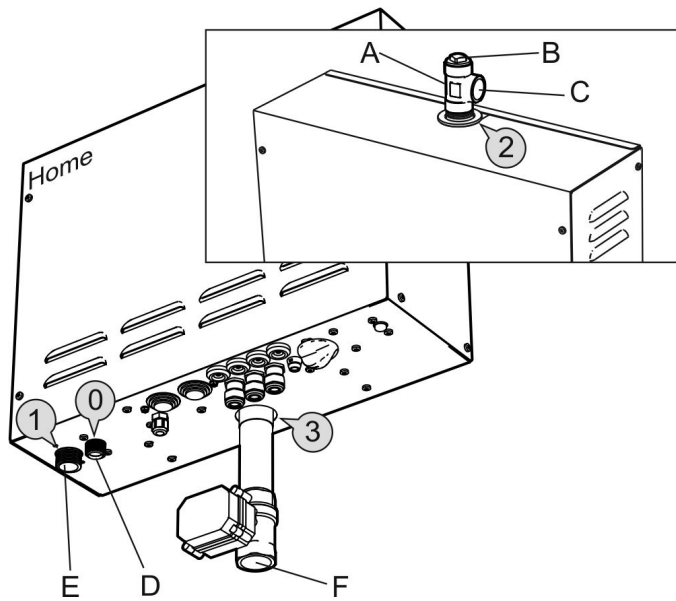

Fig. 6 Ånggenerator typ Home
Anslut **kallt** vatten till koppling 1 (Fig. 6,7) på ånggeneratoren. Tryck för inkommande vatten skall vara mellan min. 0.2 och max 10 bar (min. 20kPa och max 1000kPa). För att undvika ljudsmällor skall vattenanslutningen mellan kopparrör (inv. Ø min 12 mm) och ånggenerator bestå av ca 1 meter böjlig armerad gummislang.
Montera kopplingen, med lockmuttern uppåt, i ångutloppet 2 (Fig. 6,7) på ånggeneratoren. Anslut kopparrör med invändig diameter på minst 18mm, till kopplingens ångutlopp (C). Ångröret kan ha fall antingen mot ångbadrummet eller mot ånggeneratoren. Alternativt kan ångröret monteras med fall både mot ångbadrummet och mot ånggeneratoren.
Anslut avloppsröret ett kopparrör av god kvalitet med minsta innerdiameter Ø25mm till anslutning F (3)(Fig. 6 och 7) på ånggeneratorn. Avloppsröret leds till närmaste avlopp utanför ångbadrummet. Temperaturen på vattnet vid tömning är ca 80-85°C.
Ett avloppsrör anslutet till säkerhetsventil D (0)(Fig. 6 och 7) skall installeras i en kontinuerlig nedåtgående riktning och i en frostfri miljö.